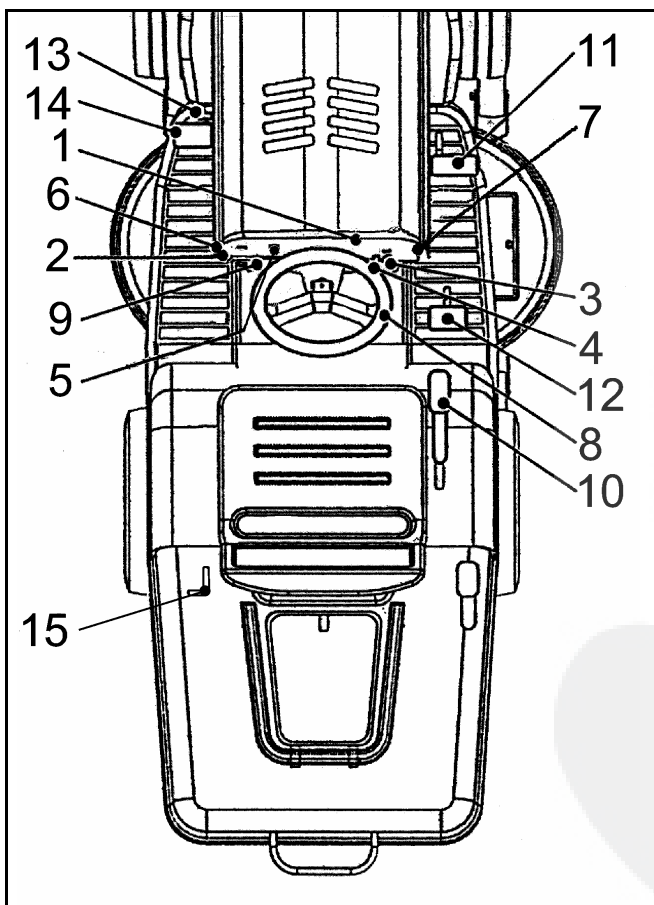

Fig. 11
WERKING EN BESCHRIJVING (Fig. 11)
Schakelaar « starten maaienterrupteur »(Fig. 11, pos.5) (option)
Controlelamp oliedruk (Fig. 11, pos.6) 20pk Honda enkel